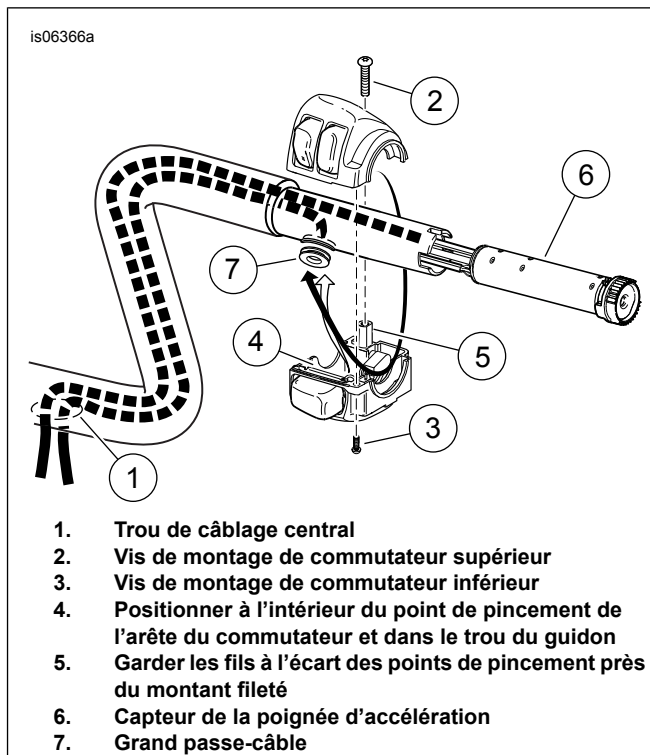

Figure 7. Boîtier de commutation et câblage du capteur de poignée d'accélération (modèles Touring 2008 et ultérieurs)
15. Joindre les extrémités (L) de la plus longue paire de faisceaux à l'aide de ruban assez serré pour permettre de les passer facilement à travers le guidon. Appliquer une fine couche de savon liquide, de nettoyant à vitre ou de lubrifiant tout usage sur le faisceau de câbles du **capteur de la poignée d'accélération** droite.
16. Consultez Figure 7 . Acheminer le faisceau de câbles du capteur de poignée d'accélération dans l'extrémité droite du guidon vers la grande ouverture au centre de la barre, tout en ajustant les pattes d'indexation sur le capteur de la poignée d'accélération dans les fentes à l'extrémité du guidon. Des pattes et fentes de tailles différentes évitent un mauvais assemblage.